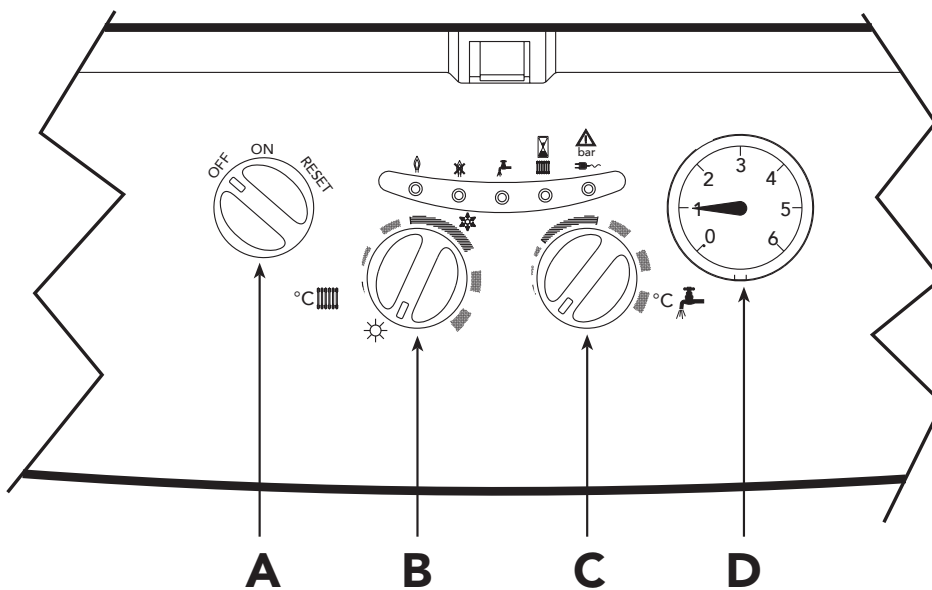

Fig. 11
## "HIVER" ( ) (fig. 11)
## "ETE" ( ) (fig. 11)
- Mettre le commutateur A (fig. 11) sur la position ON.
Si l'on choisit la deuxième solution: eau chaude sanitaire uniquement, il faut mettre le commutateur B (fig. 11) en position Eté. A ce moment-là, la chaudière est prête à fonctionner en eau chaude sanitaire.
Le réglage de la température de l'eau de chauffage s'effectue en faisant tourner le bouton prévu à cet effet (Fig. 11 - détail . 2). La température peut varier d'un minimum de 30° à un maximum de 85°. La température chauffage préconisée est de 50°C minimum.